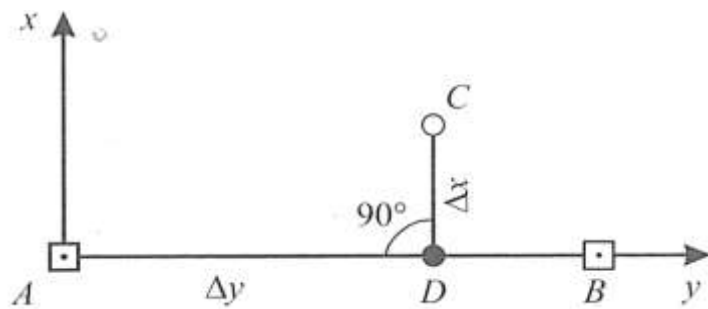

Рисунок 1
4. Какой способ разбивки показан на схеме рис. 1?